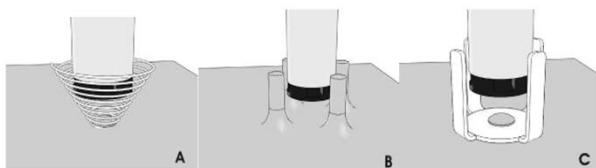

Fig. 1
- Per i modelli di SDL la cui lunghezza della sonda supera i 50cm si raccomanda di fissare opportunamente l'estremità inferiore del sensore al fondo del serbatoio. Nella fig.1 che segue sono proposti alcuni suggerimenti per il corretto fissaggio del sensore SDL al fondo del serbatoio.